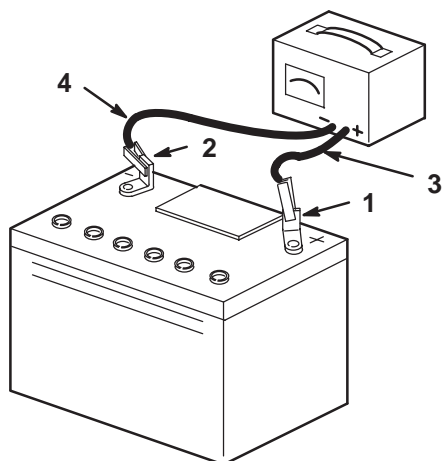

Bild 17
4. Ziehen Sie, wenn die Batterie voll geladen ist, den Stecker des Ladegeräts aus der Dose. Klemmen Sie dann die Klemmen des Ladegeräts von den Batteriepolen ab (Bild 17).